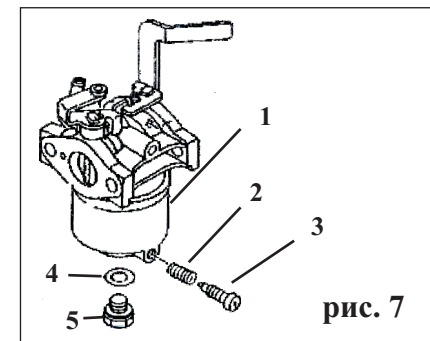

рис. 7
6.7.3 Слейте топливо из поплавковой камеры карбюратора, вывинтив пробку 3 (рис.7) После слива установите пробку на место и затяните.
6.7.4 В модификациях в которых отсутствует винт слива, бензин сливать вывинтив болт 5 (рис.7) крепления поплавковой камеры 1 (рис.7), придерживая камеру.